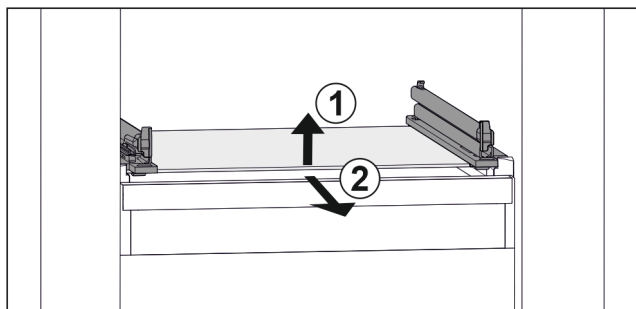

Fig. 36 Simbolična slika steklene plošče
- ▶ Steklenu ploščo dvignite v smeri naprej. Fig. 36 (1)
- ▶ Steklenu ploščo odstranite v smeri naprej. Fig. 36 (2)